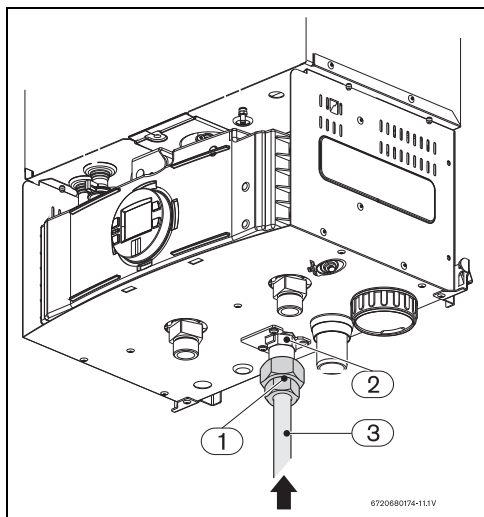

Fig. 26 Conexión del tubo de gas
Apretar la rosca en el tubo de entrada de gas (Fig.26, pos.1) y utilizar la extremidad en cobre (Fig.26, pos. 2) para hacer la soldadura al tubo de la red de suministro de gas (Fig.26, pos. 3).